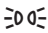

Fig. 75 Junto al volante: mando de las luces (una variante).
- **Encender los faros antiniebla** : Tire del mando de las luces → fig. 75 hasta el primer encastre. El testigo de control  se enciende en verde en el mando.